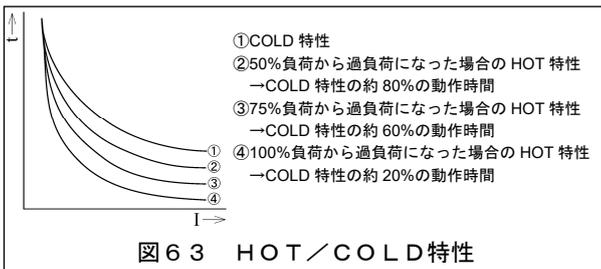

図63 HOT/COLD特性
AGR-31BL (L特性) 形OCRの設定値を表38, 特性を図63~図65に示します。
④: NON位置は保護機能を不動作にします。但し, 誤って短限時と瞬時 (またはMCR) 引外しを共にNONに設定しようとすると, 以下の誤設定防止機能が働きます。
⑤: ピックアップ電流値とは, OCRが過電流を判定する際のしきい値です。 $[I_R] \times 1.05 < (\text{ピックアップ電流値}) \leq [I_R] \times 1.2$ の範囲内にあり, ピックアップ電流値を超えると, OCRは引外しの為の時間の計測を始めます。電流が一旦ピックアップ電流値未満になると, 時間の計測は解除されます。
⑥: HOT特性は, ある負荷状態がある程度継続した後に過負荷状態となった時, 通常の長限時引外しの特性 (=COLD特性) よりも短い時間で動作する特性です。出荷時は, COLD特性に設定されています。HOT特性への変更方法は, 5-3-3-7を参照ください。HOT特性時の負荷状態の記憶は, 制御電源喪失時解除されます。HOT/COLD特性の動作時間を図63に示します。
⑦: 短限時引外し機能は, 長限時引外し機能に対し, 優先動作します。短限時引外しより長限時引外しの時間が小さい領域でも, 短限時引外し機能の時間で動作します。
⑧: ⑬-⑭間にDC24Vのゾーンインターロック用制御電源が与えられていないときは, 事故電流に対するゾーンインターロック機能は動かず, 最大全遮断時間が50ms以下の短限時引外し動作を行います。